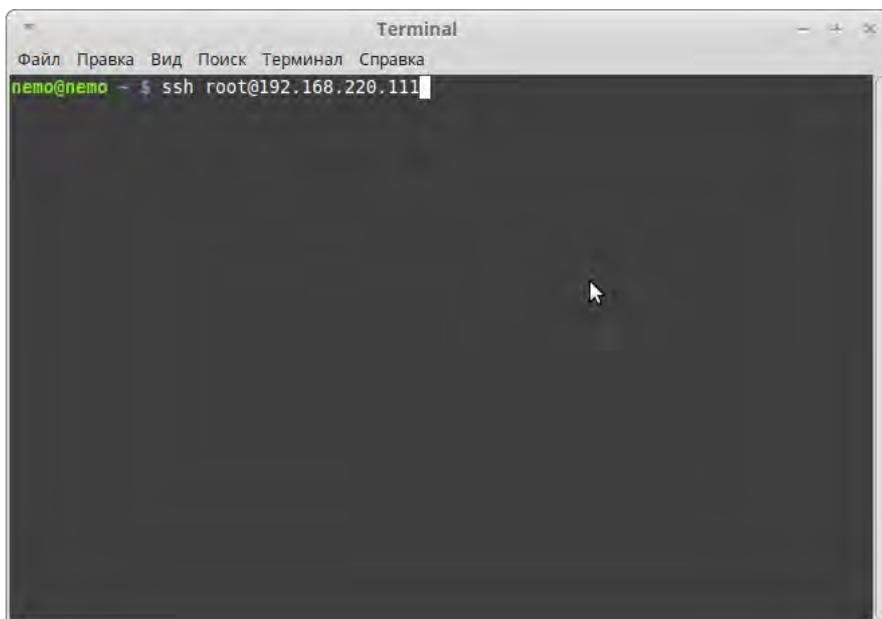

Рисунок 3. Ввод команды.
7.1.5. В открывшемся «окне» терминала ввести команду «ssh root@192.168.220.111» для проверки базовых настроек/параметров для КЛЦ1 (здесь IP-адрес указан в качестве примера и может отличаться от IP-адреса на станции) (Рисунок 3) и нажать клавишу «Enter».